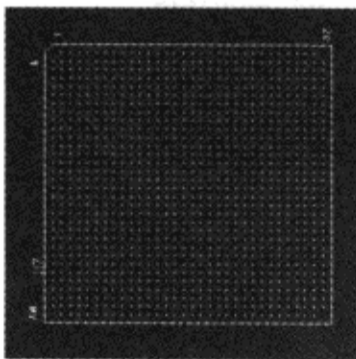

图 2-5-9 摆放元器件
(9) “Placement List”列表框自动显示“Components by refdes”→选择“U7”→在控制面板的“Options”标签页，设置“Active Class”为“Etch”，“Active Subclass”为“Top”→在命令窗口输入“x 9153.543 7814.961”→按“Enter”键→U7 摆放到 PCB 上→单击鼠标右键→选择“Done”完成，如图 2-5-9 所示。